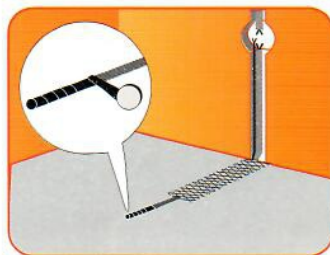

Рисунок 1
5. Поместите датчик температуры в трубу, входящую в комплект. Датчик должен располагаться внутри трубки вблизи ее конца. Конец трубки с датчиком, оканчивающийся в полу, плотно загерметизируйте для предотвращения попадания внутрь раствора. Уложите трубку с датчиком в подготовленную канавку и выведите к терморегулятору или распаечной коробке. Радиус изгиба трубки должен быть не менее 5 см. См. (рисунок 1).